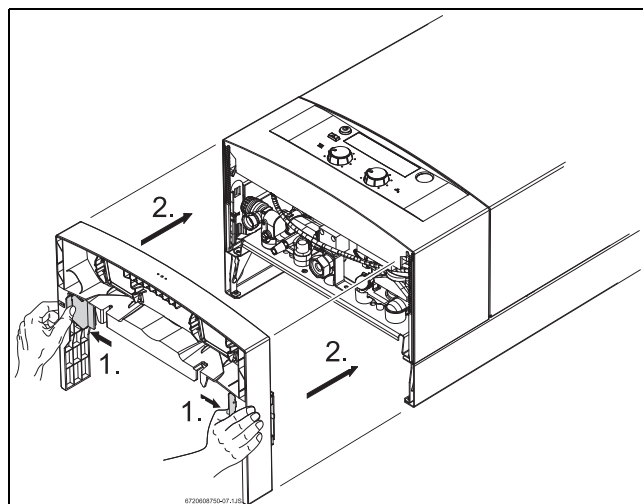

Fig. 15 Amplasarea sertarului
- ▶ Pozitionați sertarul ca in Fig. 15.